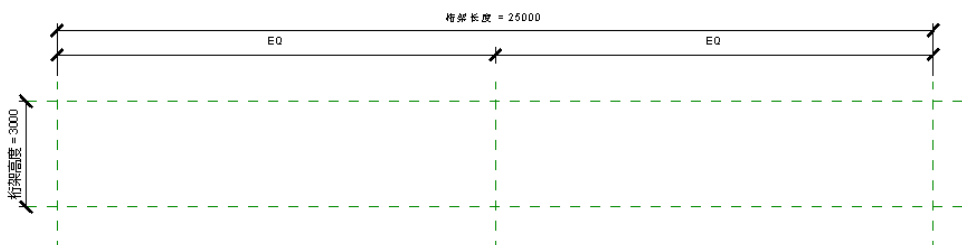

图 7-8 桁架参照
(2) 结构桁架族样板提供了 5 个永久性参照平面：顶、底、左、中心和右。左平面和右平面指示桁架的跨度距离，如图 7-8 所示。终结于这些平面或与这些平面重合的桁架布局线将在项目环境中进行布局变换时保持相应的关系。